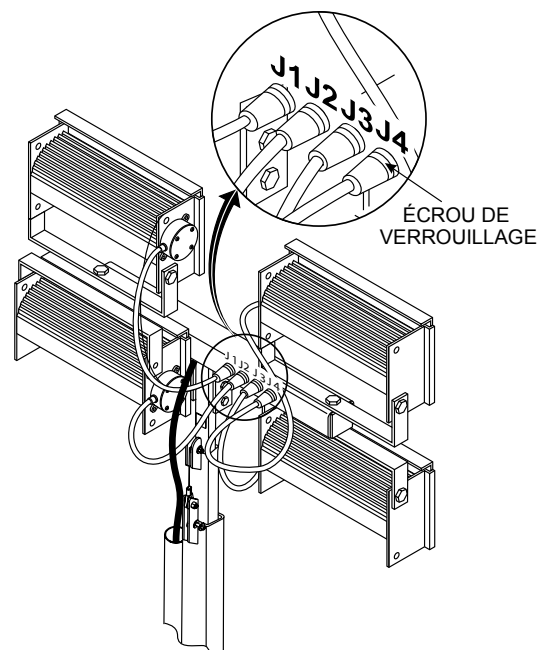

Figure 13. Connecteurs des câbles
- d. Alignez la languettes de clé (B) du connecteur mâle avec la fente ou clé (A) du connecteur femelle et appuyez jusqu'à insertion complète.
- e. Fixez bien le connecteur en vissant l'écrou de verrouillage moleté du connecteur mâle à la partie filetée du connecteur femelle, afin d'assurer une bon contact entre les deux connecteurs. Voir Figure 13.